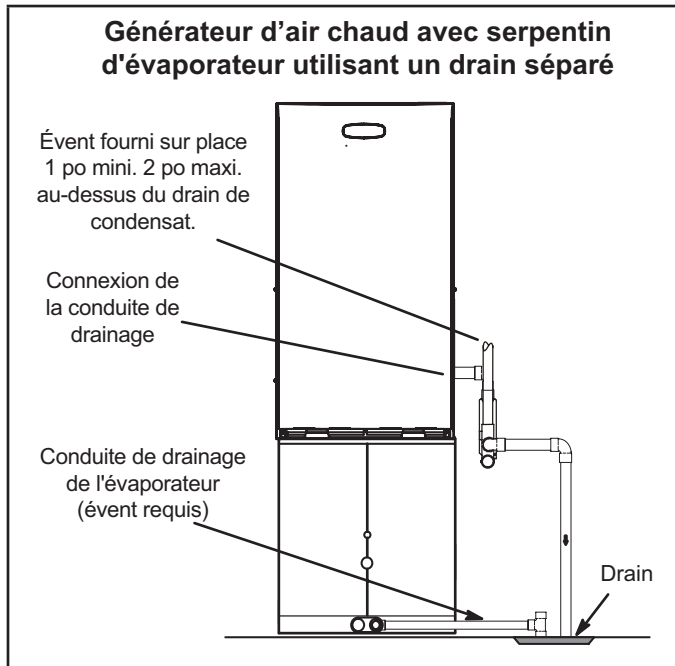
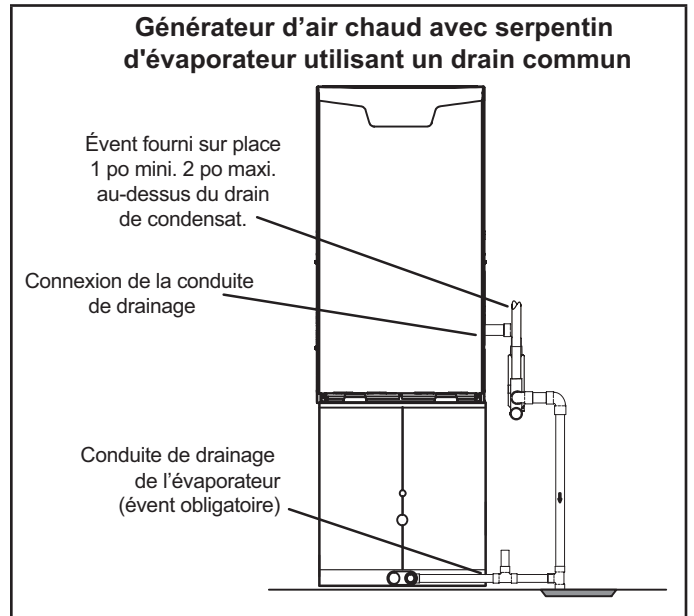

FIGURE 40
FIGURE 41
- 4 - La FIGURE 40 montre l'appareil et le serpentin d'évaporateur utilisant un drain séparé. Si nécessaire, la conduite de condensat de l'appareil et celle du serpentin d'évaporateur peuvent s'écouler ensemble. Voir FIGURE 41 et FIGURE 42. L'évacuation fournie sur place doit avoir une longueur comprise entre 1 po minimum et 2 po maximum au-dessus du raccord de sortie du drain de condensat.